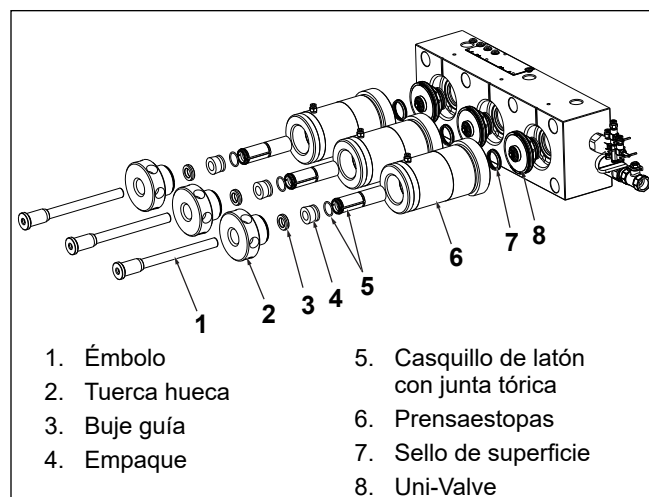
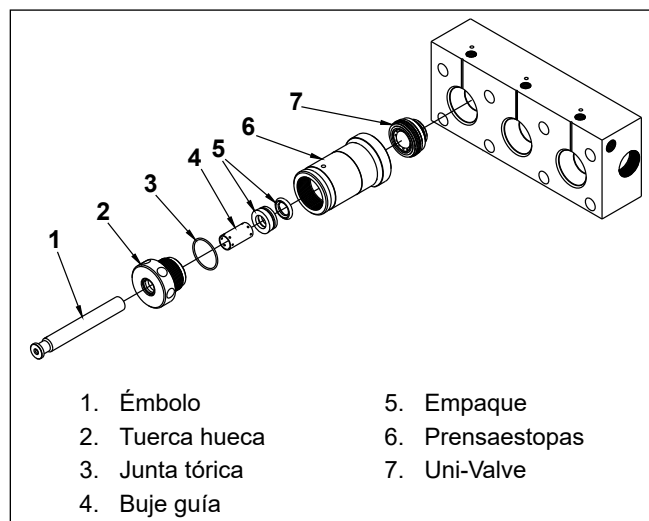

Figura 54: Extremo hidráulico para unidades de 40K (algunos componentes no se muestran).
Figura 55: Extremo hidráulico para la versión de 15K/20K (algunos componentes no se muestran).
Nota: en los extremos hidráulicos de 40K, los casquillos de latón (Figura 54) dentro del prensaestopas no se deben remover a menos que el émbolo muestre evidencia de roce en el casquillo.
3. Coloque el empaque y el buje guía nuevos sobre el émbolo. Oriente el empaque como se muestra en (Figura 54) para unidades de 15K/20K y (Figura 55) para unidades de 40K.